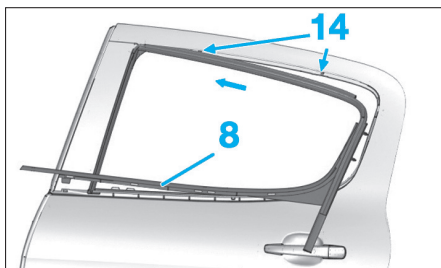

Fig. 122
- le joint lècheur extérieur (8) en (14) (Fig.122),